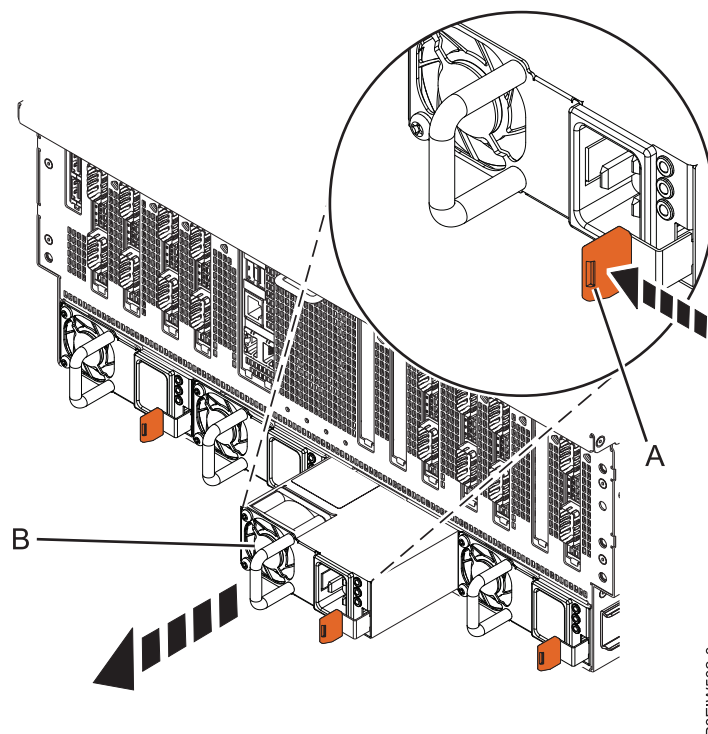

Figura 5. Removendo uma fonte de alimentação da traseira do chassi do sistema
2. Empurre a guia de bloqueio terracota (**A**) na direção mostrada em Figura 5.
3. Puxe a fonte de alimentação (**B**) para fora do sistema, conforme mostrado em Figura 5.